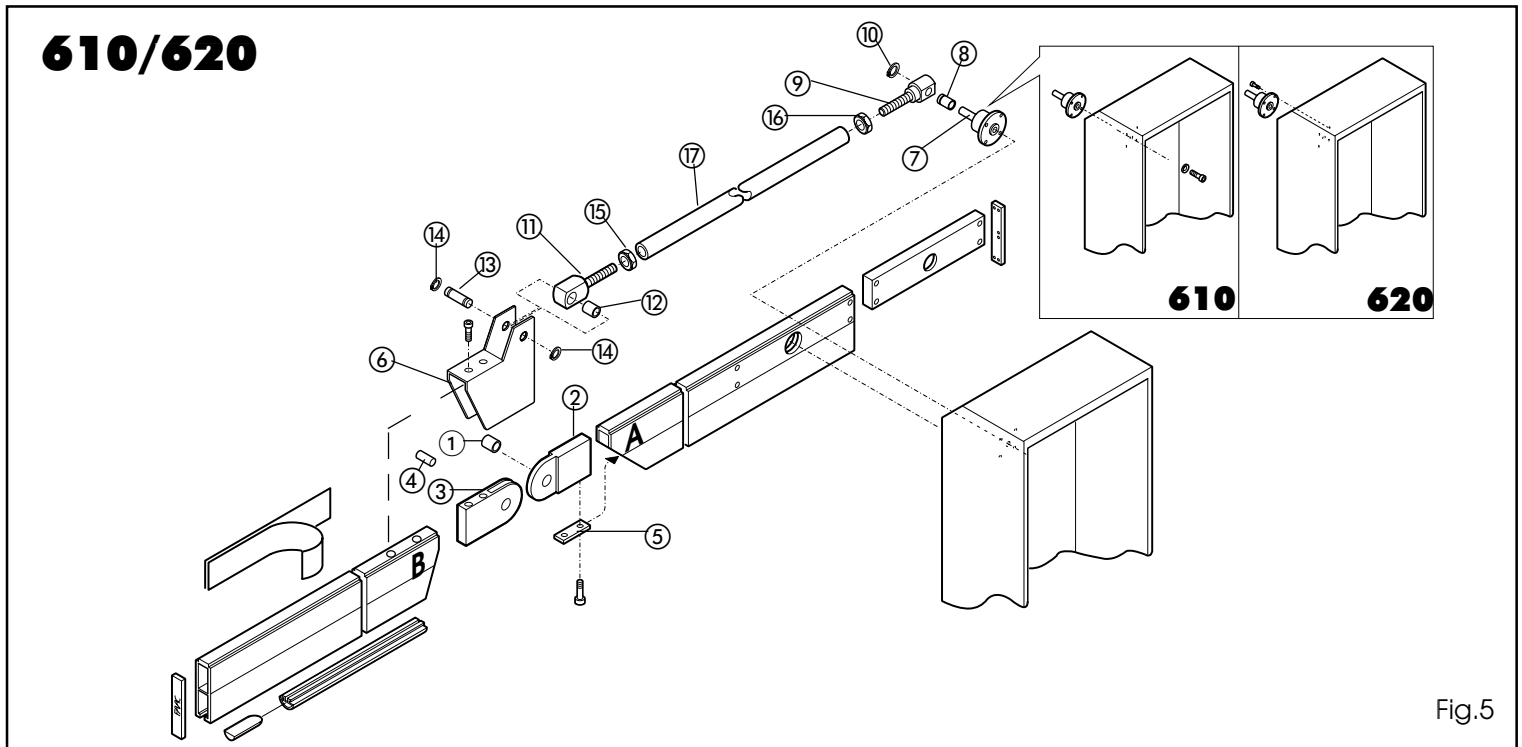

Fig.5
- 3) Assemblare i particolari ① e ② con lo snodo ③ inserendo il perno ④ come in fig. 5.
- 4) Inserire il gruppo ①, ②, ③ e ④ negli spezzoni delle sbarre ed assemblare con i particolari ⑤ e ⑥ utilizzando le viti in dotazione come in fig. 5.
- 5) Montare il supporto ⑦ sul corpo barriera come in fig. 5.
- 6) Inserire la boccia ⑧ e la forcilla ⑨ sul supporto ⑦ ed applicare il seeger ⑩ come in fig. 5.
- 7) Inserire la forcilla ⑪ con la boccia ⑫ sull' attacco ④ ed assemblare con il perno ⑬ e i seeger ⑭.
- 8) Avvitare i dadi ⑮ e ⑯ sulle forcille ⑨ e ⑪.
- 3) Assemble parts ① and ② with joint ③ inserting pin ④ as in fig. 5
- 4) Insert group ①, ②, ③ and ④ in the beam sections and assemble with parts ⑤ and ⑥, using the supplied screws as in fig. 5.
- 5) Fit support ⑦ on the barrier body as in fig. 5.
- 6) Insert the bush ⑧ and the fork ⑨ on support ⑦ and fit the seeger ring ⑩ as in fig. 5.
- 7) Insert fork ⑪ with bush ⑫ on fitting ④ and assemble with pin ⑬ and seeger rings ⑭.
- 8) Screw nuts ⑮ and ⑯ on forks ⑨ and ⑪.
- 3) Assembler les pièces ① et ② avec l'articulation ③. Insérer l'axe ④ comme indiqué fig. 5.
- 4) Insérer l'ensemble obtenu ①, ②, ③ et ④ dans les deux parties de la lisse. Assembler et fixer le tout avec les pièces ⑤ et ⑥. Utiliser la visserie fournie comme en fig. 5.
- 5) Monter le support ⑦ sur le corps de barrière, comme indiqué fig. 5.
- 6) Insérer la douille ⑧ et l'attache filetée ⑨ sur le support ⑦. Bloquer l'ensemble par le clips ⑩, comme indiqué sur la fig. 5.
- 7) Insérer l'attache filetée ⑪ avec la douille ⑫ sur l'attache ④. Maintenir l'ensemble avec l'axe ⑬ et les clips ⑭.
- 8) Visser les écrous ⑮ et ⑯ sur les attaches filetées ⑨ et ⑪.
- 3) Die Teile ① und ② mit dem Gelenk ③ montieren und dabei den Stift ④, wie in Abb. 5 gezeigt, einführen.
- 4) Die Gruppe ①, ②, ③ und ④ in die Balkenabschnitte einführen und mit den Teilen ⑤ und ⑥ unter Verwendung der mitgelieferten Schrauben gemäß Abb. 5 befestigen.
- 5) Die Stütze ⑦ auf den Schrankenkörper montieren, wie in Abb. 5 gezeigt.
- 6) Die Buchse ⑧ und die Gabel ⑨ auf die Stütze ⑦ montieren und den Seeger-Ring ⑩ wie in Abb. 5 gezeigt, anbringen.
- 7) Die Gabel ⑪ mit der Buchse ⑫ auf dem Anschluß ④ anbringen und mit dem Stift ⑬ und den Seeger-Ringen ⑭ zusammenbauen.
- 8) Die Muttern ⑮ und ⑯ auf den Gabeln ⑨ und ⑪ anschrauben.